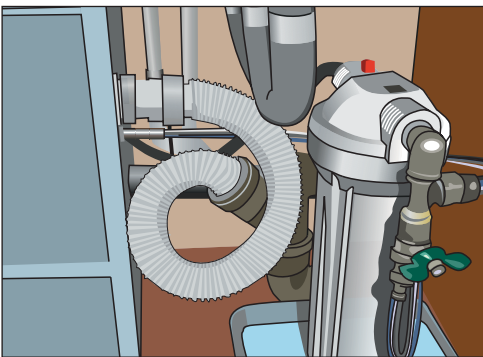

Рис. 10.240. Фильтр для стиральной машины
□ **фильтров** — рекомендовано, чтобы вода, которая поступает в стиральную машину, прошла хотя бы через фильтр грубой очистки, поэтому, если система водоснабжения квартиры не оборудована таким фильтром, желательно его установить при подводе водопровода непосредственно к машине (рис. 10.240);